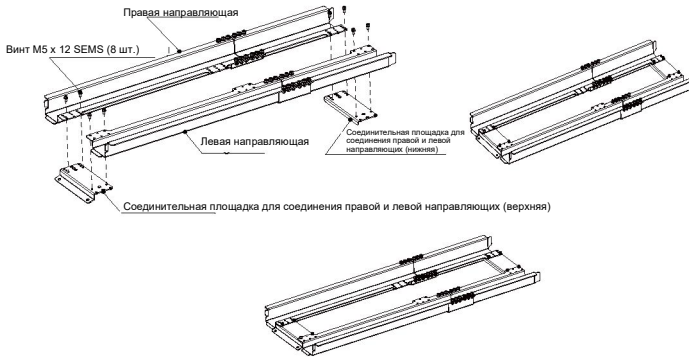

Рис. 1-11 Сборка направляющих
- а. Выполнить сборку направляющих, как показано на рис. 1-11 на стр. 23.